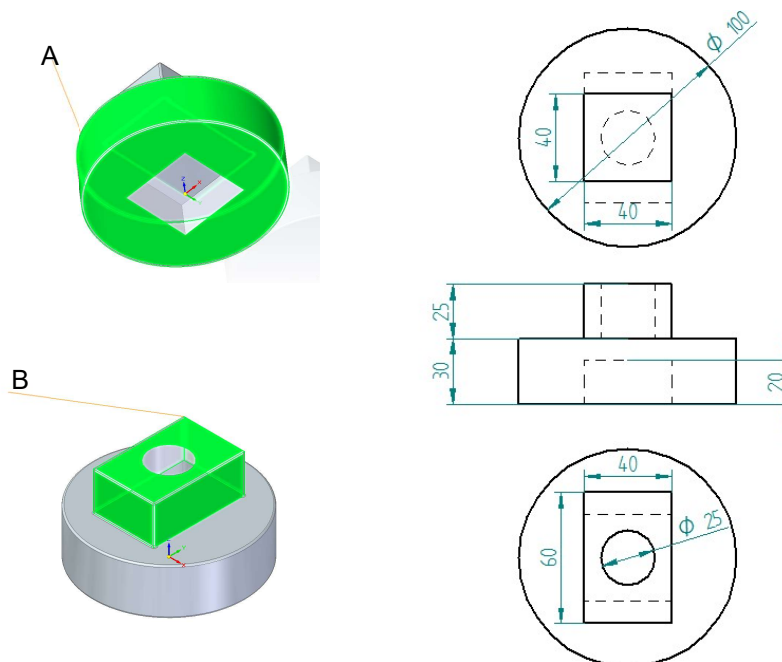

Figura 1. Componente da realizzare tramite la colata in terra
E) Considerare un volume totale del pezzo pari a  $0.00025 \text{ m}^3$  di cui 70% corrispondente alla zona *A* (trascurare il sistema di alimentazione). A vostra disposizione avete due semi-staffe con altezza di 80 mm. Calcolare il margine percentuale di sicurezza che avete sulla velocità di efflusso raggiunta nei condotti, affinché non si superi il limite di 1 m/s imposto dal progettista della forma (cioè di quanto potete aumentare percentualmente la velocità di efflusso affinché sia raggiunto il limite). Si consideri un sistema di colata in piano pressurizzato ( $c=0.5$ ) ed un piano di separazione posto tra *A* e *B* (Figura 1) con la parte *B* che giace nella semi-staffa inferiore.